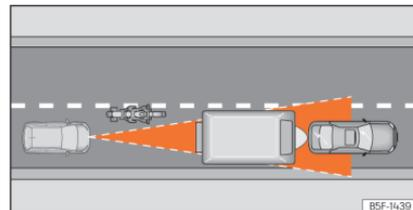

Abb. 138 Vorausfahrender Motorradfahrer außerhalb des Erfassungsbereichs des Radarsensors.
- Versetzt fahrende Fahrzeuge oder Fahrzeuge, die außerhalb des Erkennungsbereichs des Sensors fahren, z. B. Motorräder »» (Abb. 138).